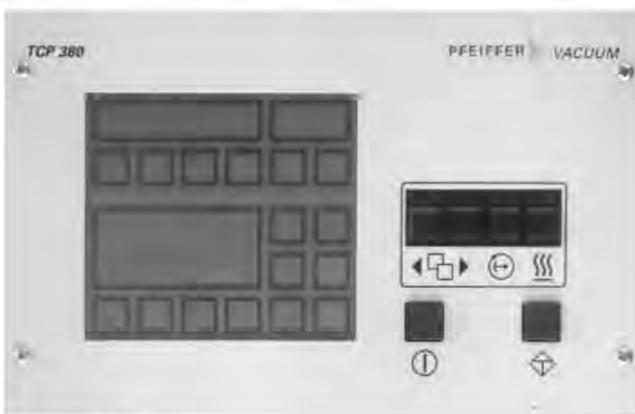

Fig. 1
- Die Antriebselektronik TCP 380, Fig. 1, ist ein Rack-Teileinschubgerät der Größe "6/12-19" der Balzers-Norm.
- The Electronic Drive Unit TCP 380, Fig. 1, is a rack module size "6/12-19" of the Balzers standard rack.
- La commande électronique TCP 380 (Fig. 1) est un appareil construit en baie de rack de la taille "6/12-19" (norme Balzers).